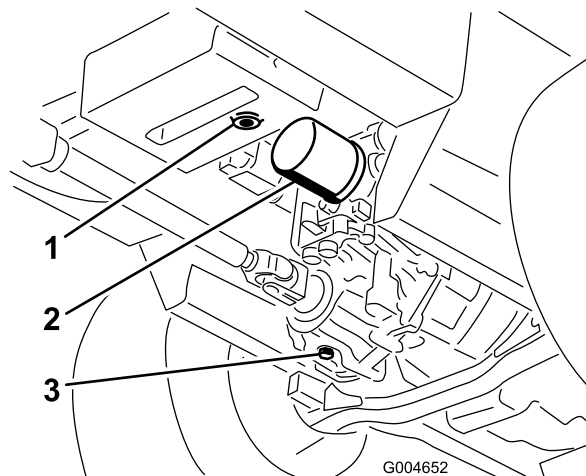

Рисунок 47
3. Поместите под гидравлический бак и картер трансмиссии большой поддон и удалите пробки; слейте всю гидравлическую жидкость (Рисунок 47).
4. Очистите область вокруг фильтра гидравлической жидкости и снимите фильтр (Рисунок 47).